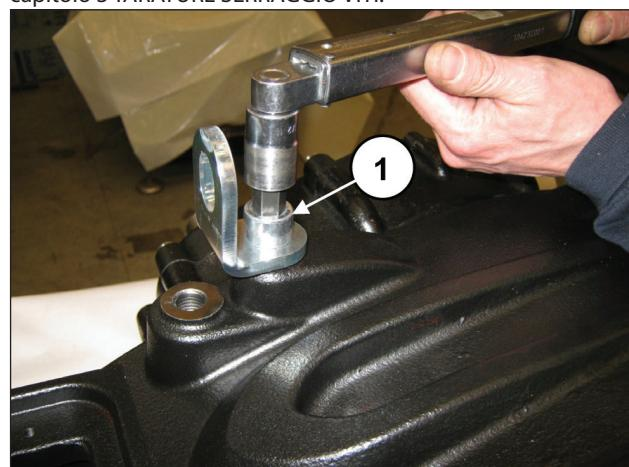

Fig. 95
Inserire la linguetta 14x9x60 nel pignone. Applicare i tappi e le staffe di sollevamento mediante le apposite viti M16x30 (pos. ①, Fig. 95). Tarare le viti con chiave dinamometrica come indicato nel capitolo 3 TARATURE SERRAGGIO VITI.